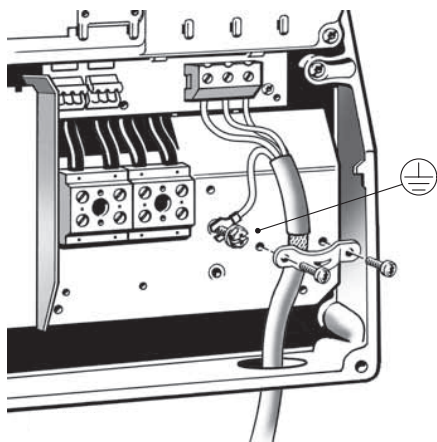

Рис. 23 Подключение электродвигателя, В1 и В2
1. Подключите заземляющий провод к клемме 99 (РЕ). См. рис. 23.
2. Подключите провода питания электродвигателя к клеммам 96 (U), 97 (V), 98 (W).